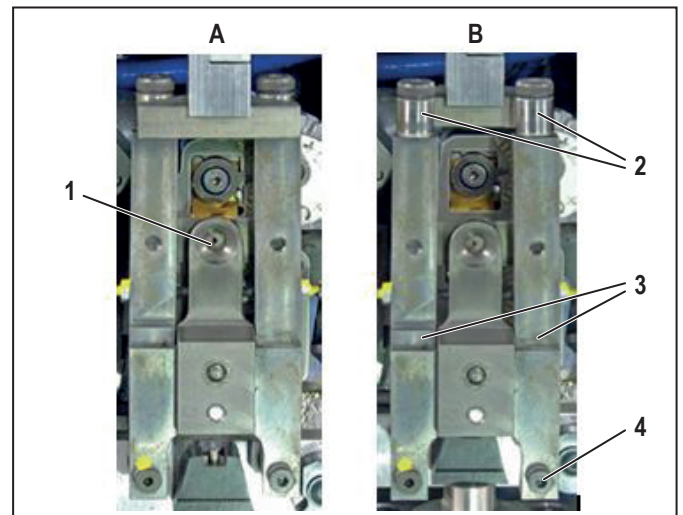

Figura 8.3 Unità di fissaggio trefoli in posizione di funzionamento (A) e tirata in avanti (B)
- Tirare l'unità di fissaggio trefoli in avanti (Figura 8.3, B).
- Accertarsi che i rulli (2) riescano a muoversi liberamente. Se necessario, lubrificare i punti di rotazione dei rulli.
- Oliare i punti di rotazione (3) dell'unità di fissaggio trefoli.
- Assicurarsi che l'unità di fissaggio trefoli si trovi in posizione frontale (Figura 8.3, B).
- Estrarre la vite destra inferiore dell'unità di fissaggio trefoli (Figura 8.3, 4).